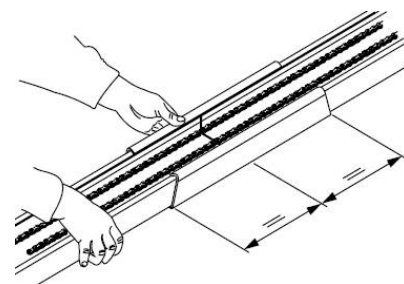

рис.8
- Соединитель установите между 2-х половинок как указано на рис.8.